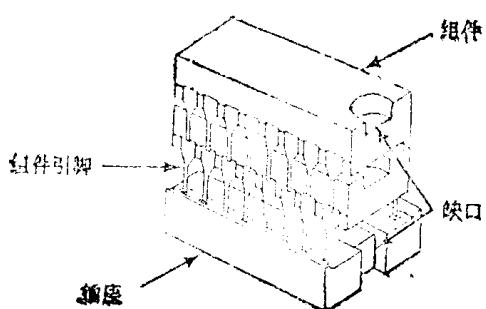

图 3.2-7
6. 将组件引脚与插座对准，然后将18个组件逐个牢固地插入插座中。每一组件有一缺口，它必须与系统板上的插座的缺口对准。（见图3.2-7）